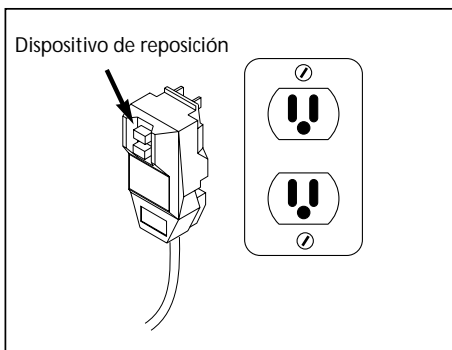

Figura 3 - Enchufe con tierra/botón de reposición
1. Enchufe el cable de corriente eléctrica a un tomacorriente con tierra de 120V y presione el botón de reposición como se muestra en la figura 3.